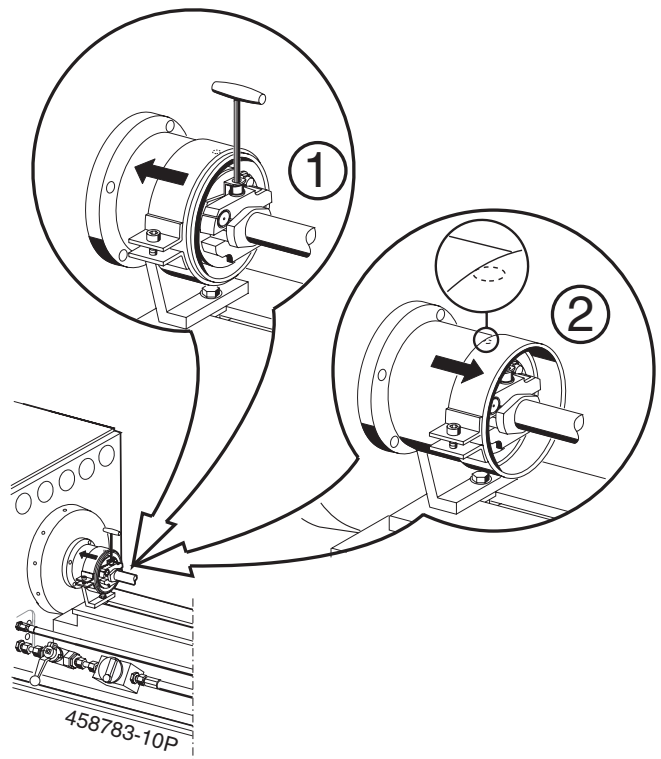

Fig. 7: Schutzhaube und Schutzring
2. Schieben Sie den Schutzring bis zum Anschlag auf die Schutzhaube (Fig. 7, Pos. 1).
3. Spannen Sie die Verteilerpumpe in die Antriebskupplung (Fig. 7, Pos. 1).
4. Schieben Sie den Schutzring soweit nach vorne, dass die auf der Schutzhaube angebrachte Bohrung gerade noch vollständig abgedeckt ist (Fig. 7, Pos. 2). Der Schutzring überdeckt dann die Antriebskupplung. Befestigen Sie den Schutzring in dieser Position.